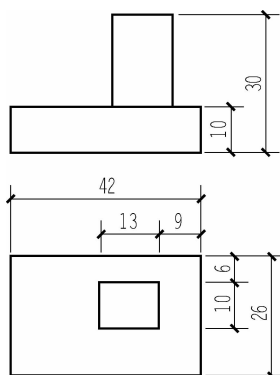
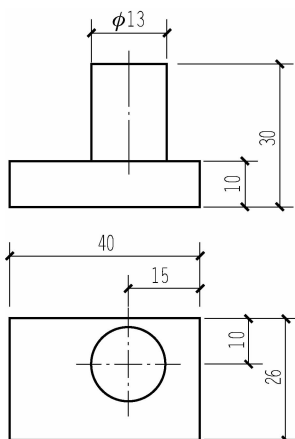

图 2-45 长方体的定位
图 2-46 圆柱体的定位
(1) 定形尺寸。定形尺寸是用于确定物体各组成部分形状大小的尺寸。任何物体都有长、宽、高 3 个方向的尺寸，确定基本几何体的定形尺寸应按这 3 个方向来标注。
(2) 定位尺寸。定位尺寸是用于确定各基本形体之间相对位置的尺寸。如图 2-45 所示的 9 和 6、图 2-46 所示的 15 和 10，分别确定了长方体和圆柱体的左右、前后方向的位置。